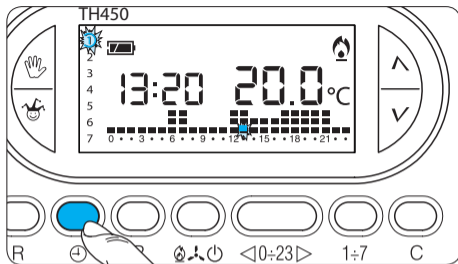

Fig. 17
4.6- Premere il pulsante \oplus (fig. 17).